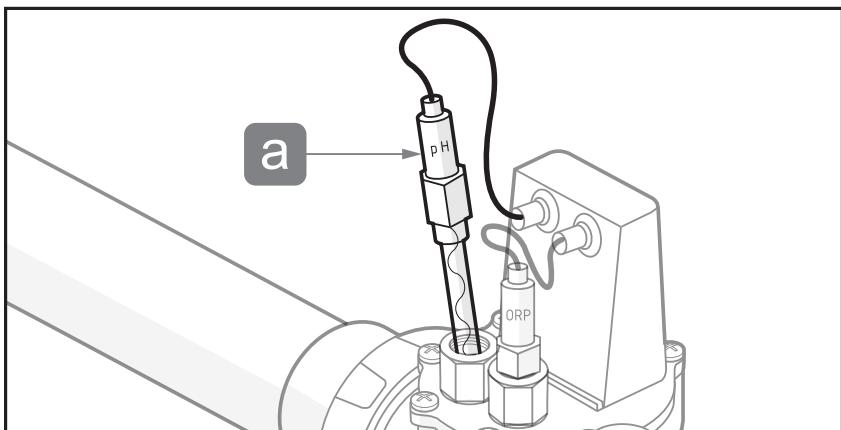

Figure 8. Insérer partiellement
12. Secouer le capteur de pH pour enlever l'excès d'eau. Ré-insérer partiellement le capteur de pH dans Jandy TruSense, se reporter à la Figure 8. NE PAS poser le capteur au sol, ni toucher le tube de verre.